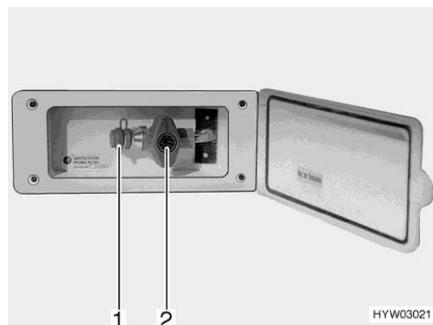

Fig. 131 Toma exterior de gas (válvula de paso de gas cerrada)
- Conectar el aparato de gas externo en el punto de conexión (Fig. 131,1).
- Abrir la válvula de paso de gas (Fig. 131,2).